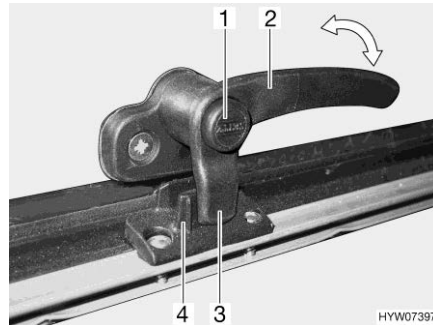
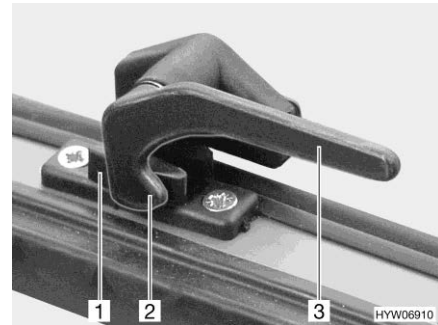

Fig. 118 Palanca de bloqueo con botón de seguridad en la posición "cerrada"
Fig. 119 Palanca de bloqueo en la posición "cerrada"
- Si existe, pulsar el botón de seguridad (Fig. 118,1) y mantenerlo pulsado.
- Girar todas las palanca de bloqueo (Fig. 118,2 ó Fig. 119,3) un cuarto de vuelta hacia el centro de la claraboya.
- Girar todas las palancas de bloqueo (Fig. 118,2 ó Fig. 119,3) un cuarto de vuelta hacia el marco. El saliente de bloqueo (Fig. 118, 3 ó Fig. 119,2) se encuentra en la cara interior del bloqueo de la claraboya (Fig. 118,4 ó Fig. 119,1).
- En la posición "cerrada fijamente" (Fig. 118 y Fig. 119)